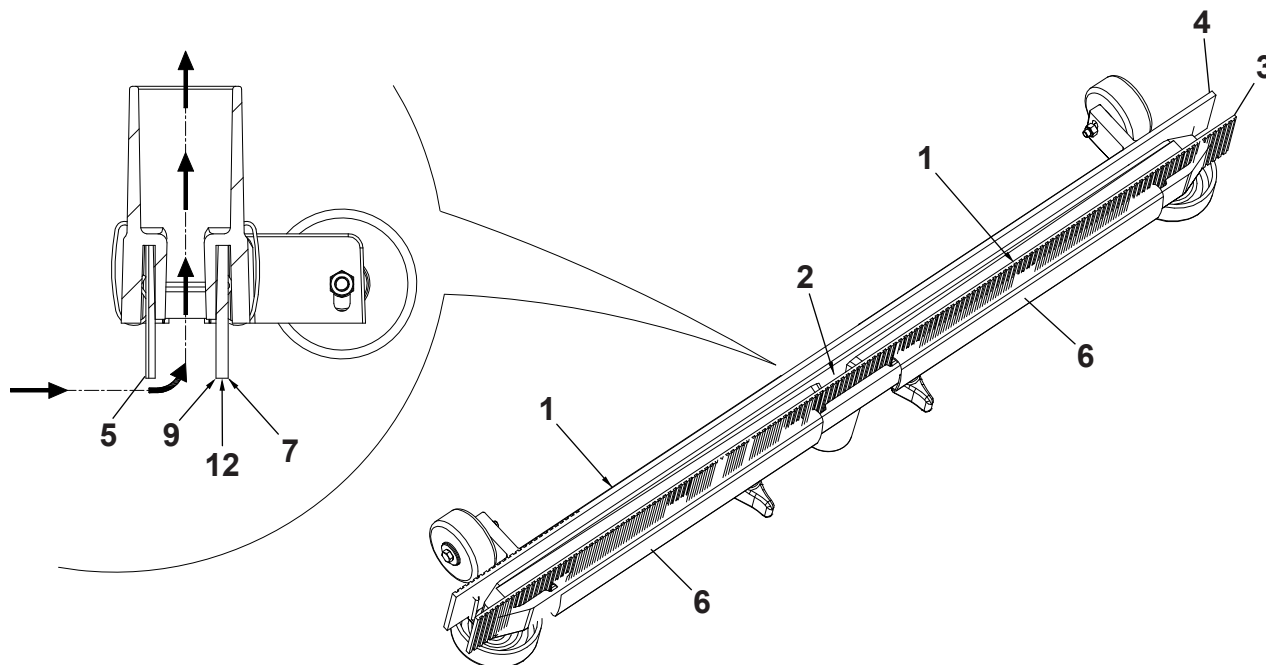

Рис. 4
2. Убедитесь, что сетевой шнур (21) отсоединен от сети электропитания.
3. Опустите швабру с помощью рычага (19).
4. Отсоедините вакуумный шланг (22) от швабры.
5. Ослабьте маховики (12) и снимите швабру (11).
6. Вымойте и очистите швабру. В частности, очистите отсеки (А, Рис. 4) и отверстие (В) от грязи и мусора.
7. Проверьте передний скребок (С) и задний скребок (D) на предмет их целостности, отсутствия порезов и разрывов; в случае необходимости замените их (см. порядок действий в следующем разделе).
2. Проверьте края переднего (Е, Рис. 4) и заднего скребков (I) на одном уровне по всей их длине; в случае необходимости отрегулируйте их высоту, как описано ниже:
- Удалите крепежные пружины (F), затем отрегулируйте передний (С) и задний (D) скребки.
3. Проверьте передний (С) и задний скребки (D) на целостность, наличие порезов и разрывов; если необходимо замените их, как показано ниже. Также проверьте передний угол (H) заднего скребка на предмет износа. Если он изношен, переверните скребок, чтобы заменить изношенный угол другим (I), если он в нормально состоянии. Если и другие углы изношены, замените скребок в следующем порядке:
- Удалите крепежные пружины (F), затем отрегулируйте (или переверните) задний (D) скребок.
4. Установите швабру (11) и закрутите маховики (12).
5. Присоедините вакуумный шланг (22) к швабре (11).